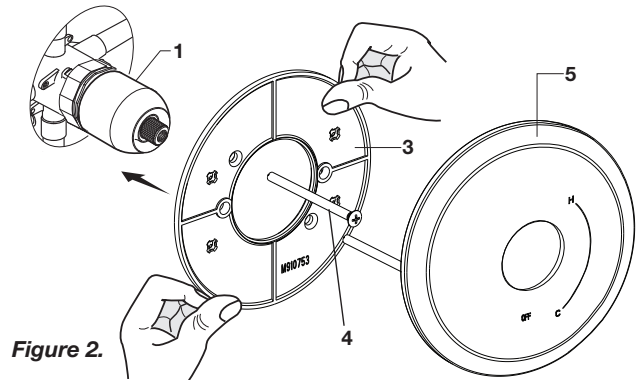

Figure 2.
- **Figure 2.** Enfoncer la PLAQUE DE SUPPORT (3) sur le CAPUCHON (1) et la fixer sur le corps de robinet à l'aide des VIS LONGUES (4).
- **Figure 2.** Enfoncer la PLAQUE DE FINITION (5) sur la PLAQUE DE SUPPORT (3).